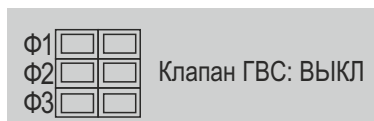

Рисунок 8
5.12.4 Пример окна состояния приведен на рис. 8.